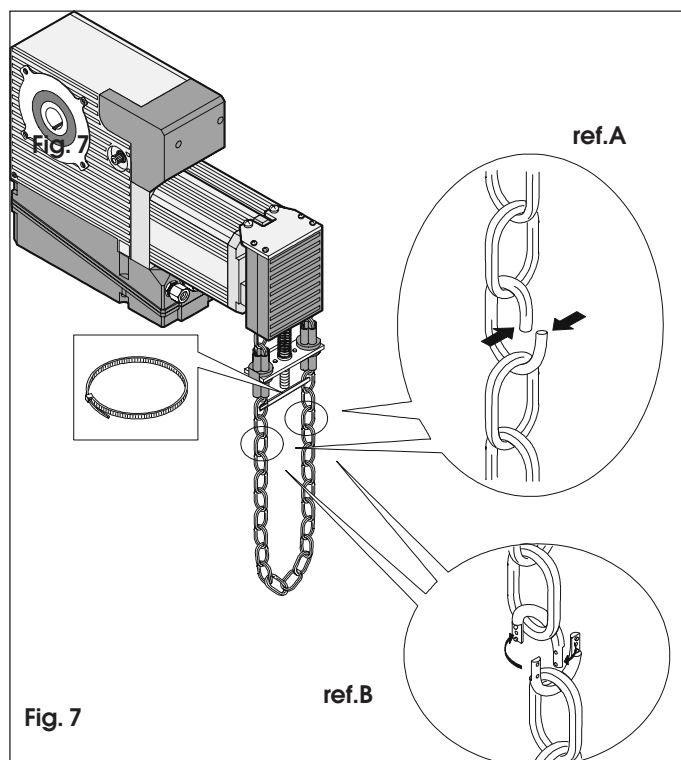

Fig. 7
Si se utiliza el kit de prolongación de la cadena, hay que sustituir el muelle de equilibrado (fig. 9 ref. 3) por el contenido en el kit. Si se usan las juntas de plástico se aconseja pegarlas entre sí durante el ensamblaje (véase fig. 7 ref. B).